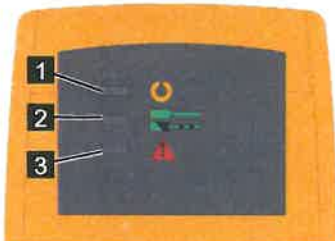

Abb. 219
- Gelbe LED (Abb.219/1) leuchtet
- Grüne LED (Abb.219/2) blinkt
- Grüne LED (Abb.219/2) leuchtet
- Rote LED (Abb.219/3) leuchtet